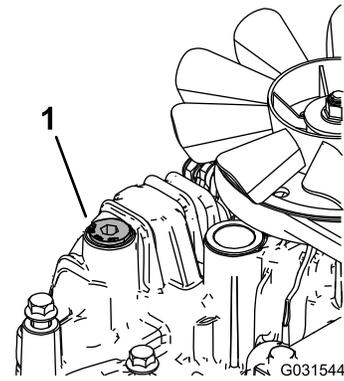

Figura 86
11. Desaperte o tampão de ventilação em cada transmissão para que fique solto e abane (Figura 86).